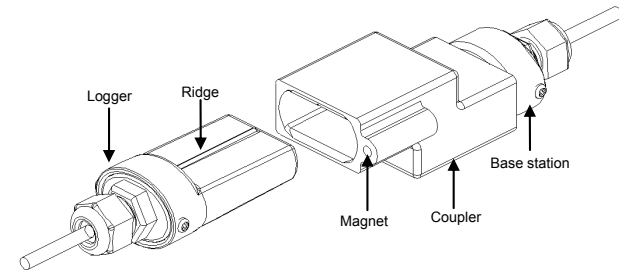

Abbildung 3: Den Logger an die Basisstation anschließen
2. Schließen Sie den Logger und die Basisstation an den Koppler an (siehe Abbildung 3). Vergewissern Sie sich, dass der Logger an dem Ende des Kopplers angeschlossen wird, das den Magnet enthält und dass die Feder der Basisstation und des Loggers mit den Nuten des Kopplers entsprechend einrasten.